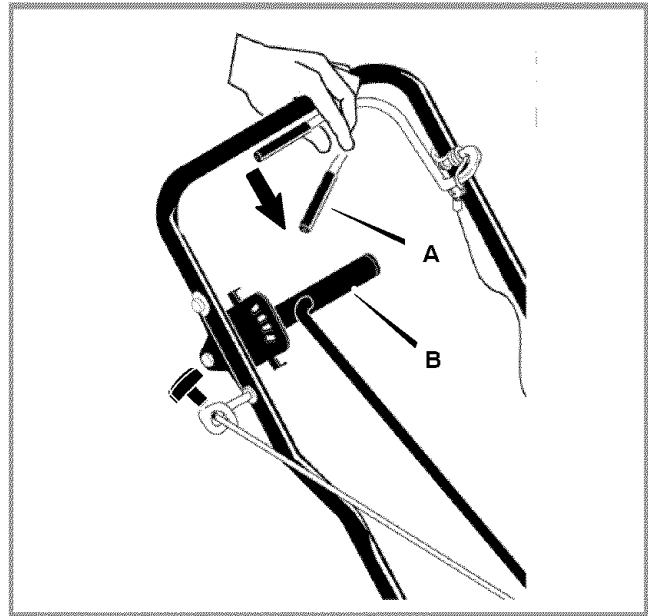

Figura 10: Controles de funcionamiento
Suelte la palanca de parada del motor (A). Ver Figura 10.
Mueva la palanca de control de profundidad (B) hacia adelante para levantar la cuchilla. Luego, suelte la palanca de parada del motor (A) (ver Figura 10).